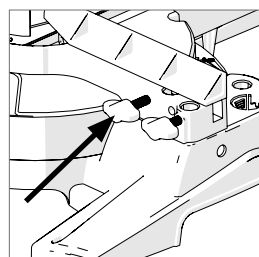

Fig. 11
- Desserrez la vis à ailettes. (Fig.11)